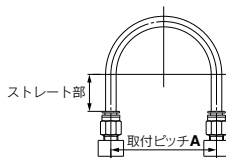
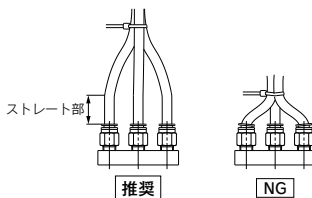

図1 推奨配管図
図2 結束バンドで配管を束ねた場合
- ①ワンタッチ管継手に配管する際は図1の推奨配管条件にて、チューブ長さに余裕を持った配管をお願い致します。また、結束バンドなどで配管を束ねる場合には継手に外力が加わらないよう配管してください。（図2参照）